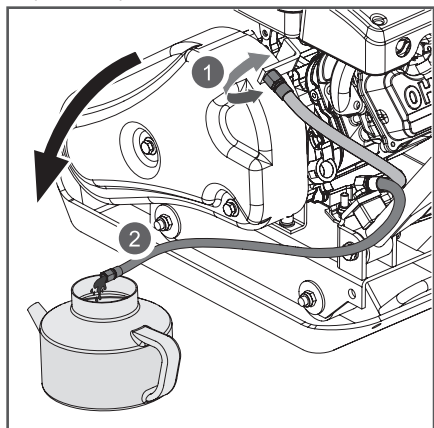

Рис. 19 Замена масла в двигателе
5. Открутите соединительную гайку шланга для слива масла от кронштейна крепления и слейте отработанное моторное масло через шланг в подготовленную для этого емкость (Рис. 19).